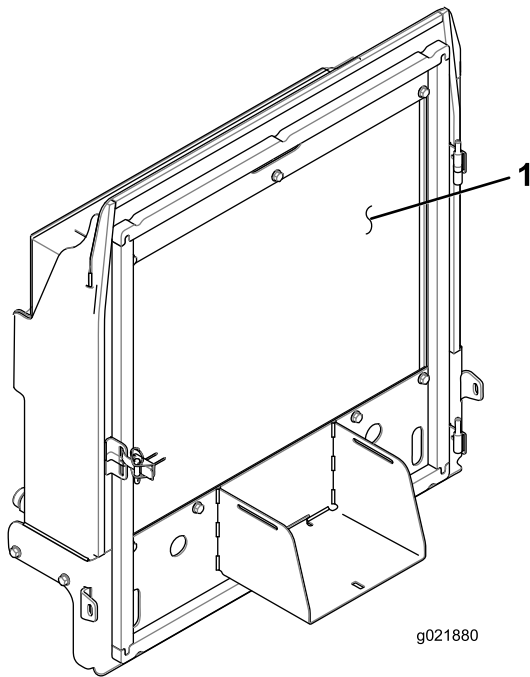

Figure 142
8. Nettoyez soigneusement les deux côtés du refroidisseur d'huile et du radiateur (Figure 142) à l'air comprimé.